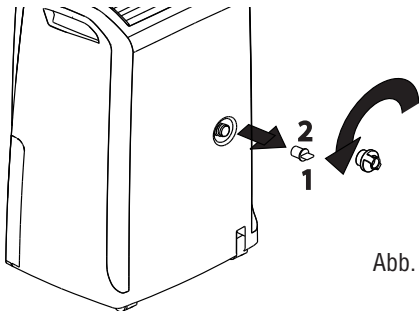

Abb. 2
- 1) Drehen Sie den Schutzdeckel **1** gegen die Uhrzeigerichtung auf und nehmen Sie den Gummistöpsel von der Abflussöffnung **2** (Abb. 2)